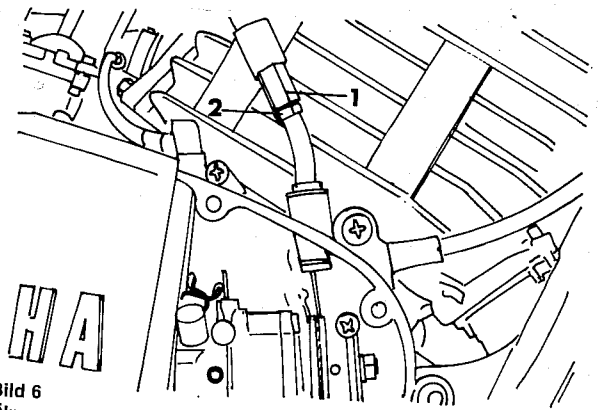

Bild 6
- Falls die Markierung und der Stift nicht fluchten, ist die Sicherungsmutter des Seillängeneinstellers oben auf dem Kurbelgehäusedeckel zu lösen und die Seillänge einzustellen, bis eine Übereinstimmung erreicht ist (Bild 6).